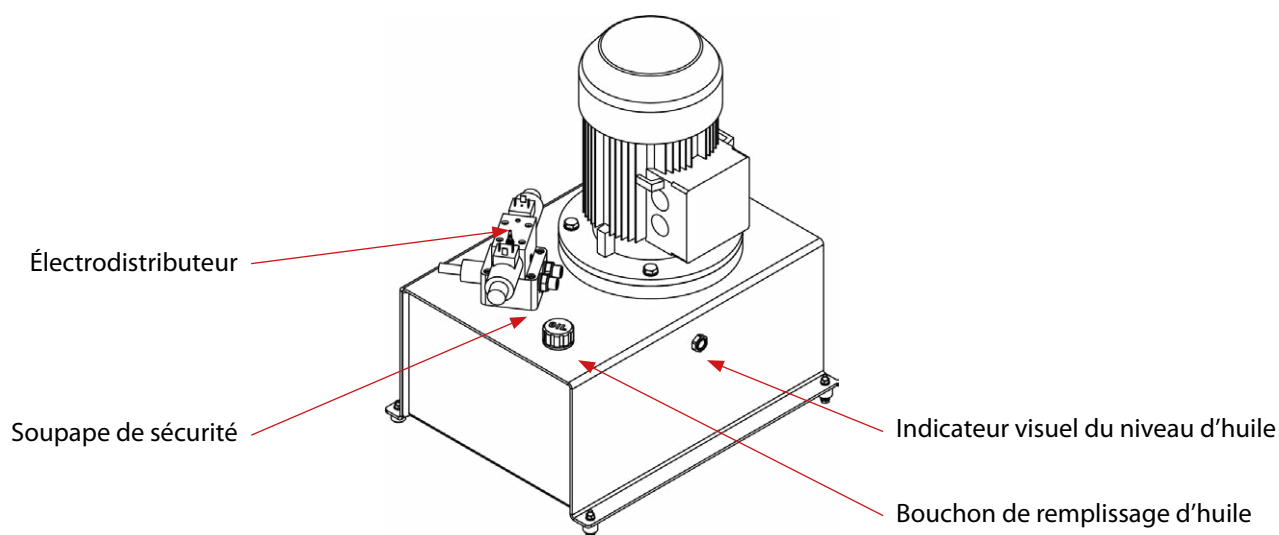

Figure 5. Identification des composants du réservoir hydraulique
- Toutes les 500 heures d'utilisation, vérifiez le niveau d'huile du réservoir. Le bouchon de remplissage se trouve sur la façade du réservoir. En cas de manque d'huile, remplir jusqu'à ce que le voyant indique 3/4 plein. (Figure 5)